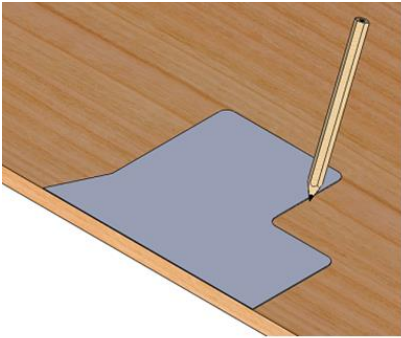

Fig 9
- Dodanou šablonu položte na nejméně 20mm silnou pracovní desku (Fig9).